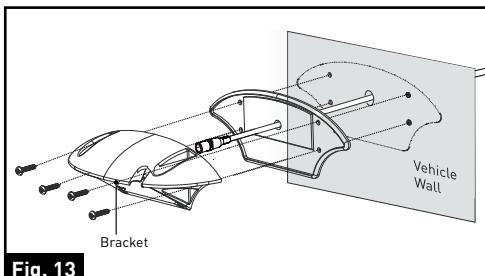

Fig. 13
- Fixez le joint et le support au véhicule à l'aide de quatre vis autotaraudeuses plates de $\frac{3}{4}$ po. Assurez-vous que le câble d'alimentation de la caméra n'est ni enveloppé ni extrudé. [Fig. 13]